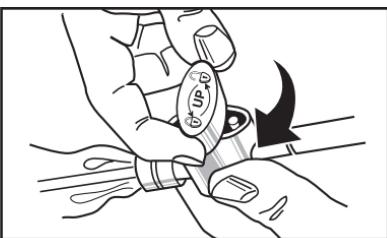

图4 提起并旋转拇指控制阀180度，到锁定位置
- 提起并旋转拇指控制阀180度，达到锁定位置 (图4)。
- 可以锁定拇指控制阀，防止不注意的或意外的抽吸。锁定时，提起拇指控制阀的白色部分，旋转180度。解除锁定时，重复这一操作 (见图4)。